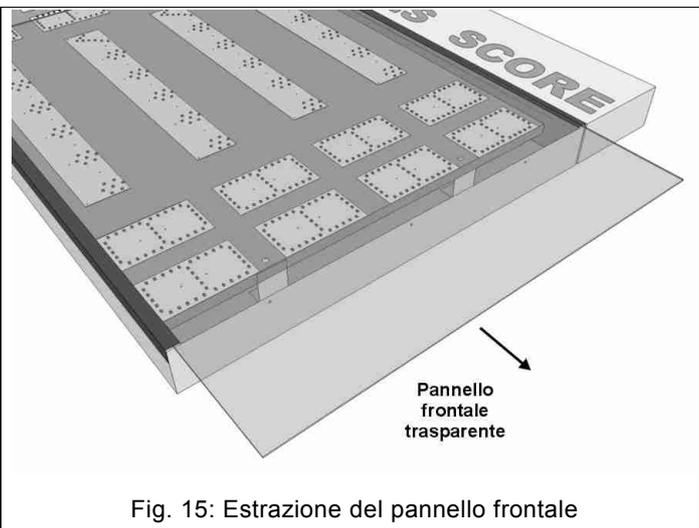

Fig. 15: Estrazione del pannello frontale
3. Estrarre il pannello frontale trasparente (Fig. 15).